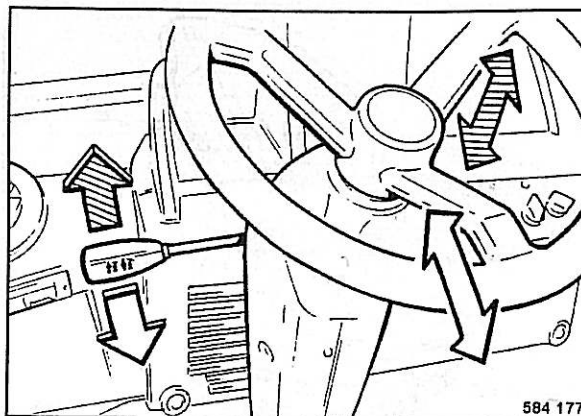

Fig. 51
- Para ajustar la altura del volante tirar la palanca (Fig. 51) hacia arriba y ajustar el volante en altura.